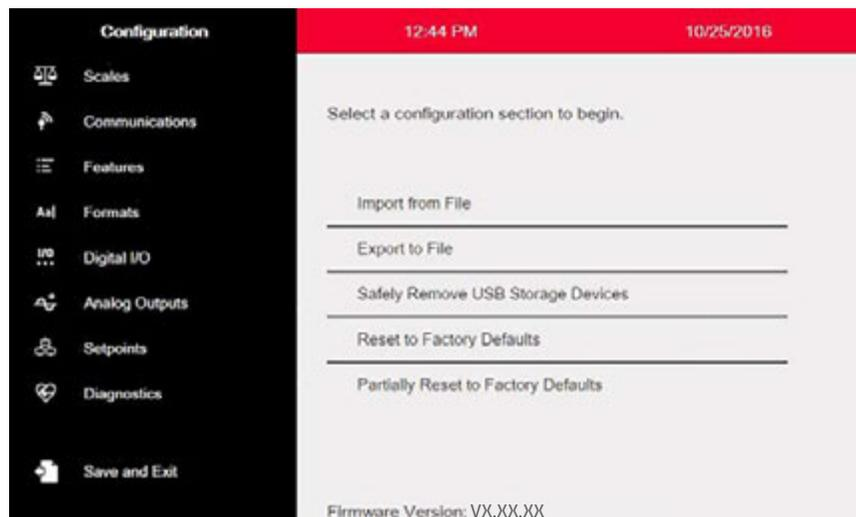
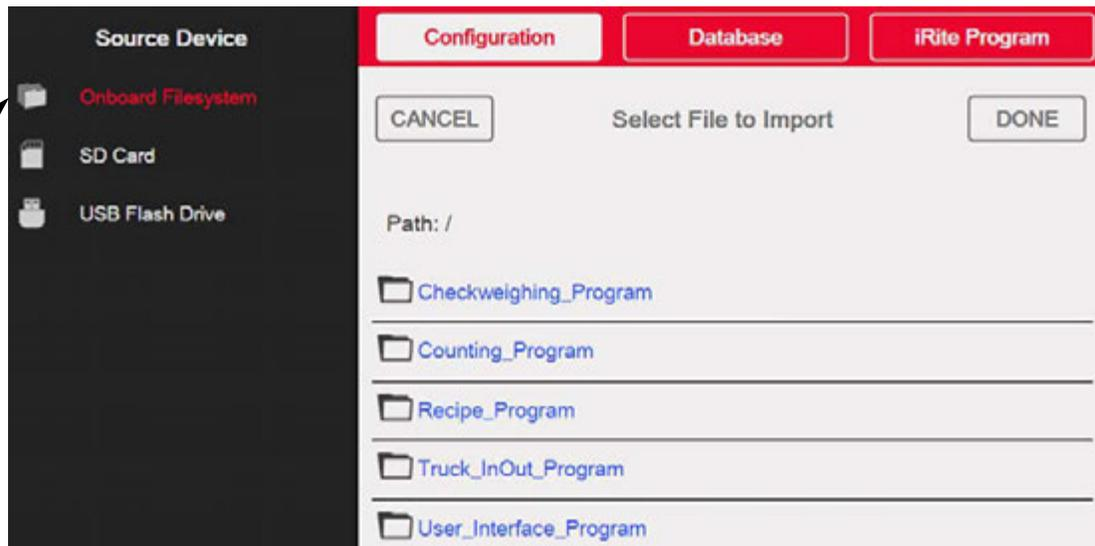

Imagen 13-1. Menú principal de configuración
Imagen 13-2. Importación de ajustes
**Nota** La pantalla de importación de ajustes tiene la misma apariencia independientemente de que se importe desde un sistema de archivos incorporado, una tarjeta micro SD o una unidad flash. La única diferencia es que el archivo de origen estará resaltado en color rojo en el lado izquierdo de la pantalla. Por ejemplo, en la Imagen 13-2, se está importando un archivo desde un sistema de archivos incorporado.
2. Presione *Import from File (Importar desde archivo)*. Consulte la Imagen 13-1. Se mostrará la pantalla de importación (Imagen 13-2). Cargue los archivos .rev y .cod para utilizar los programas de aplicación integrados.
4. Seleccione *Import from File (Importar desde archivo)* (consulte la Imagen 13-1). Se mostrará la pantalla de importación (Imagen 13-2).
2. Presione *Import from File (Importar desde archivo)* (consulte la Imagen 13-1). Se mostrará la pantalla de importación (Imagen 13-2).